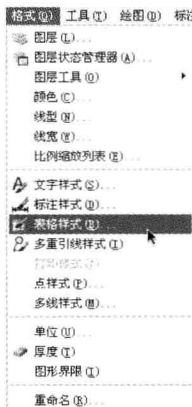
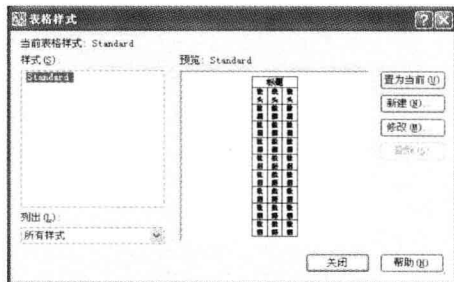

图 1-16 激活相应对话框的菜单命令
图 1-17 “表格样式”对话框
这种类型的命令后面带有省略号，例如，单击菜单栏中的【格式】菜单，选择其下拉菜单中的【表格样式 (S) ...】命令，如图 1-16 所示，屏幕上就会打开对应的“表格样式”对话框，如图 1-17 所示。